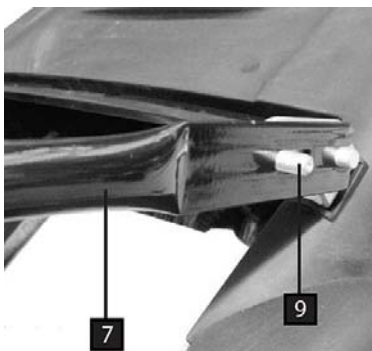

Abb. 6: Montage des Bügels
Schritt 5: Stecken Sie das Schubbügelunterteil (7, Abb. 6) auf die Schubbügelhalterungen (9, Abb. 6) und schrauben Sie diese mit zwei Befestigungsmuttern fest.
Schritt 6: Stecken Sie das Schubbügeloberteil an das Schubbügelunterteil (7, Abb. 6) und schrauben Sie es mit zwei Montageschrauben und zwei Verstellmutter sowie der Unterlegscheiben fest.